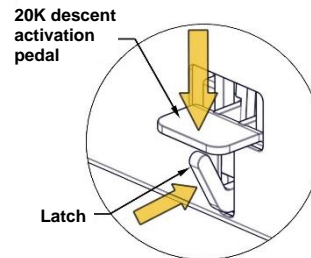

Figure 31
- 15- Press the « 20K activation pedal » and push it to the « UP » position (see Figure 31).
- 11- Kick the « Latch » (see Figure 31 and Figure 39) to activate the « DOWN » position
- 10- Kick the « Latch » (see Figure 31 AND Figure 39) to activate the « DOWN » position